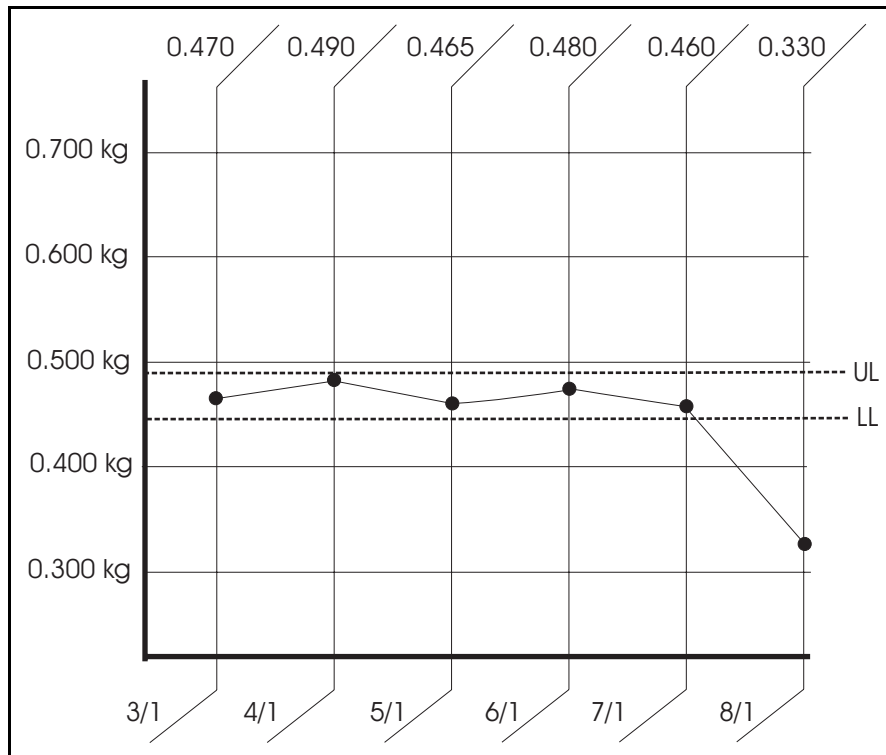

Fig. 11.1 WBF/SWB
La Fig. 11.1 montre une courbe d'erreur SFM typique (1). Afin d'améliorer la précision, prélever un échantillon pour trois débits différents dans la plage de fonctionnement.